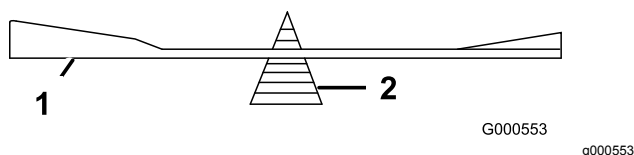

Figura 101
2. Verifique el equilibrio de la cuchilla colocándola sobre un equilibrador de cuchillas (Figura 101).